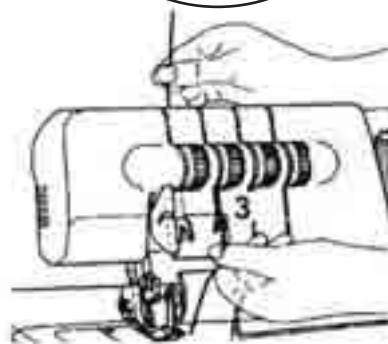

Abb.26
3. Halten Sie den Faden mit den Fingern fest, führen Sie ihn zwischen den Scheiben des Fadenspannungswählers 15 hindurch und ziehen Sie ihn dann nach unten (3) (Abb. 26).